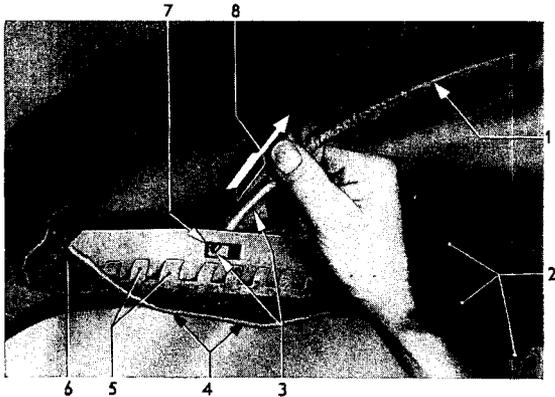

Bild 200 - Spiegel Nr. 1 aus rechter Halterung im Dachrahmen herausnehmen
- 16. Alle Spiegel (beim Rekord 4, beim Caravan 5) von vorn nach hinten aus den Halterungen (200/7) im Dachrahmen links und rechts herausnehmen (Bild 200).